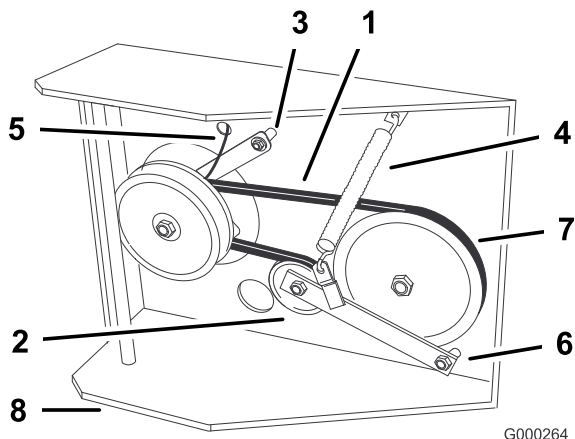

Bild 43
7. Entfernen Sie die Kupplungshalterung vom Motorchassis (Bild 43).
8. Haken Sie die Spannfeder aus der Seite des Rahmens aus (Bild 43).
11. Ziehen Sie die Drehschraube mit 47 bis 54 Nm fest. Haken Sie die Spannfeder zwischen dem Spannscheibenarm und der Rahmenhalterung ein (Bild 43).
12. Montieren Sie die Kupplungshalterung am Motorchassis (Bild 43).